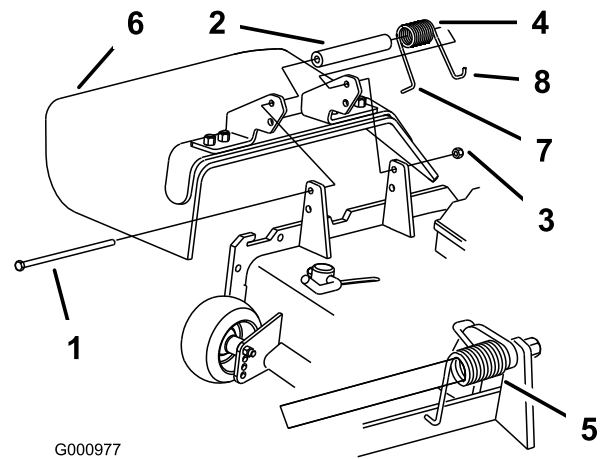

Figura 38
1. Retire a porca de bloqueio, o parafuso, a mola e a cunha que fixam o deflector aos apoios de articulação (Figura 38). Se o deflector de relva estiver danificado ou gasto, retire-o.
Nota: Certifique-se de que a extremidade em **L** de mola está montada por trás da extremidade da plataforma antes de colocar o parafuso como apresentado em Figura 38.
3. Coloque o parafuso e a porca. Coloque a extremidade em gancho **J** da mola em torno do deflector de relva (Figura 38).